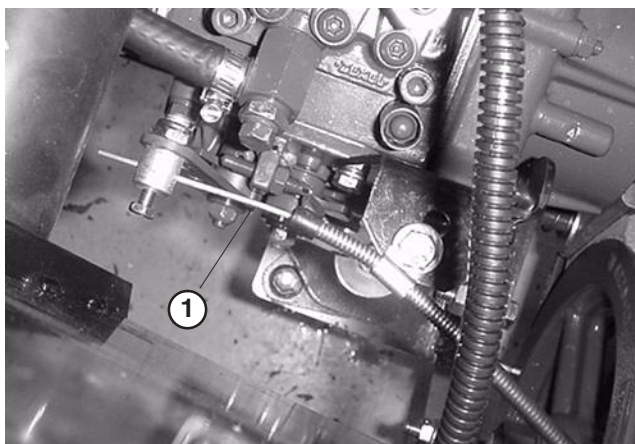

Figure 57
1. Réglez le câble d'accélérateur (Fig. 57) de sorte que le levier du régulateur sur le moteur touche les vis de réglage de bas et haut régime avant que la manette d'accélérateur touche la fente dans le tableau de bord.